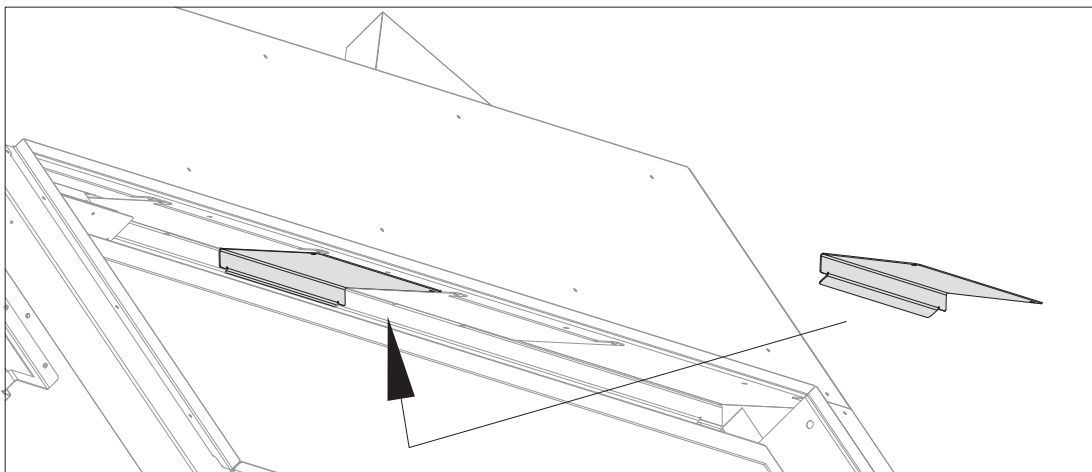

Figure 8.13 - Installation de la plaque d'obturation du conduit du ventilateur (montré du côté d'accès)
2. Repérez les plaques du conduit du ventilateur sur l'écran thermique supérieur à l'intérieur de la chambre de combustion. Voir la Figure 8.13.
4. Notez l'orientation du rebord de la plaque d'obturation, tel que montré ci-dessous. Installez la plaque d'obturation avec les (2) vis retirées précédemment.